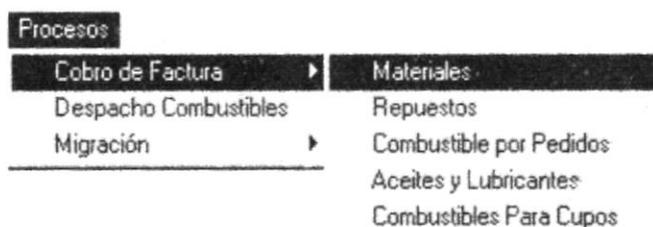

Figura 9.2 Menú de Cobro de Factura
2. Habiendo ejecutado el paso 1 se presentarán las siguientes opciones de las cuales si elige <**C**obro de Factura>, señalando con el puntero dicha palabra, aparecerán los tipos de Cotizaciones que pueden realizarse, **Figura 9.2**